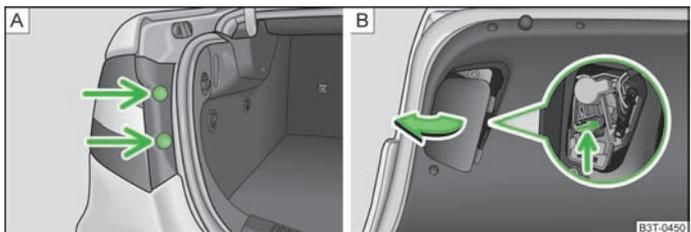

Fig. 192 Smontare la parte esterna delle luci posteriori/smontare la parte interna delle luci posteriori
- › Estrarre i tappi » [fig. 192 - \[A\]](#) e svitare con una chiave Torx il gruppo ottico posteriore » pagina 210, Attrezzi di bordo.
- › Avvitare in modo fisso il gruppo ottico posteriore e premere i tappi » [fig. 192-\[A\]](#).
- › Estrarre la copertura della luce posteriore sul lato interno del portellone bagagliaio » [fig. 192 - \[B\]](#).
- › Premere il nasello » [fig. 192 - \[B\]](#) ed estrarre il supporto della luce dall'alloggiamento della luce posteriore.